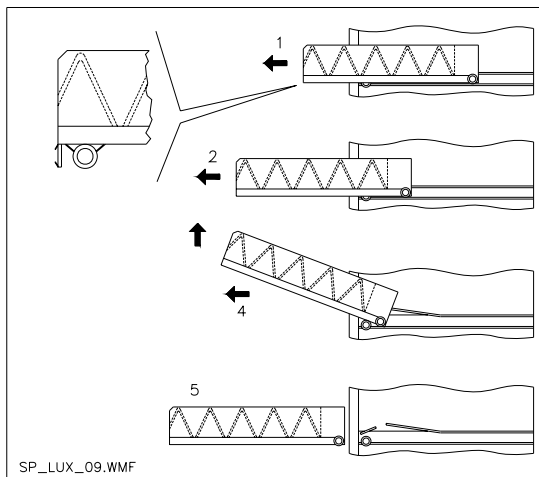

Abb. 8
- 5) Die Schublade bis zur Sperre ziehen, zuerst nach oben heben und dann nach unten drehen bis sich die Führung auslöst. Die Schublade aus der Maschine herausnehmen Abb.8.